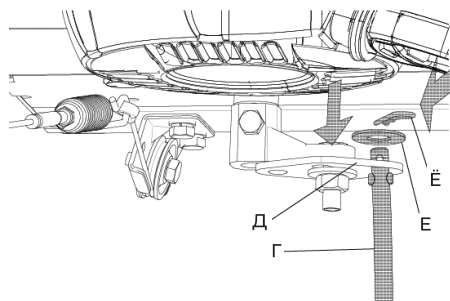

Рис. 11
- Вставьте согнутую часть тяги (рис. 11, поз. Г) в отверстие в кулисе коробки передач (рис. 11, поз. Д) и зафиксируйте с помощью шайбы (рис. 11, поз. Е) и шплинта (рис. 11, поз. Ё).